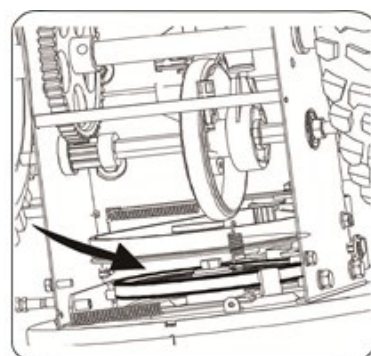

Abb.30
- Schieben Sie den Riemen von der Riemenscheibe und zwischen das Reibrad und die Reibradscheibe. Siehe Abbildung 30.